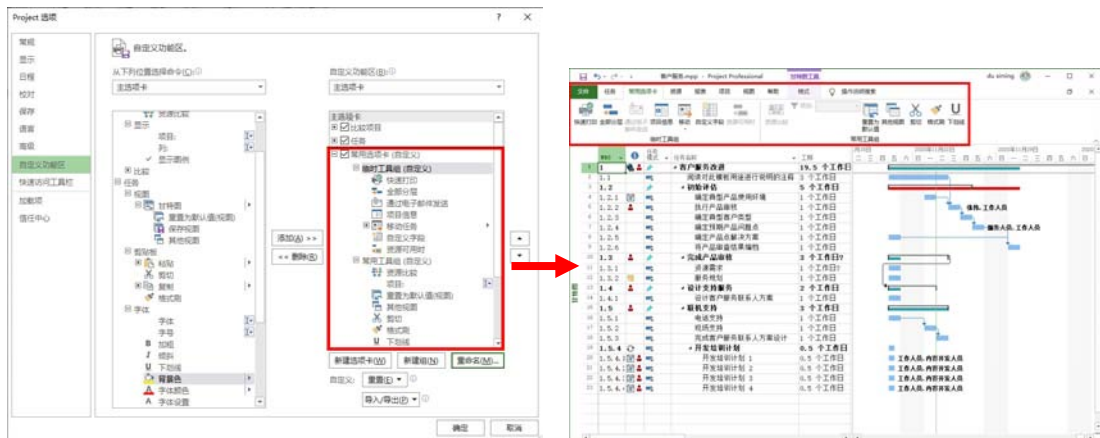

图 1-54 创建完成的自定义选项组
(4) 使用同样的方法，在【常用选项卡(自定义)】中继续添加命令，并重命名已有的自定义选项组，设置完成后的对话框如图 1-54 左图所示。
(5) 在【Project 选项】对话框中单击【确定】按钮，系统将在功能区中显示新创建的自定义选项组，如图 1-54 右图所示。